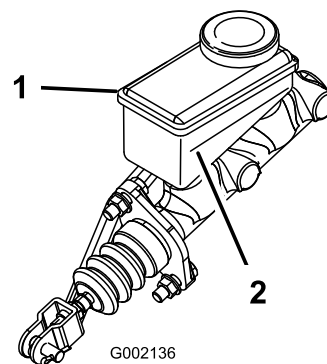

Рисунок 14
3. Посмотрите на контур уровня жидкости в боковой части бачка. (Рисунок 14).
- В. Долейте тормозную жидкость DOT 3 в бачок, пока ее уровень не будет выше линии «Минимум» (Рисунок 14).
5. Установите резиновую заглушку в верхней части приборной панели (Рисунок 14).